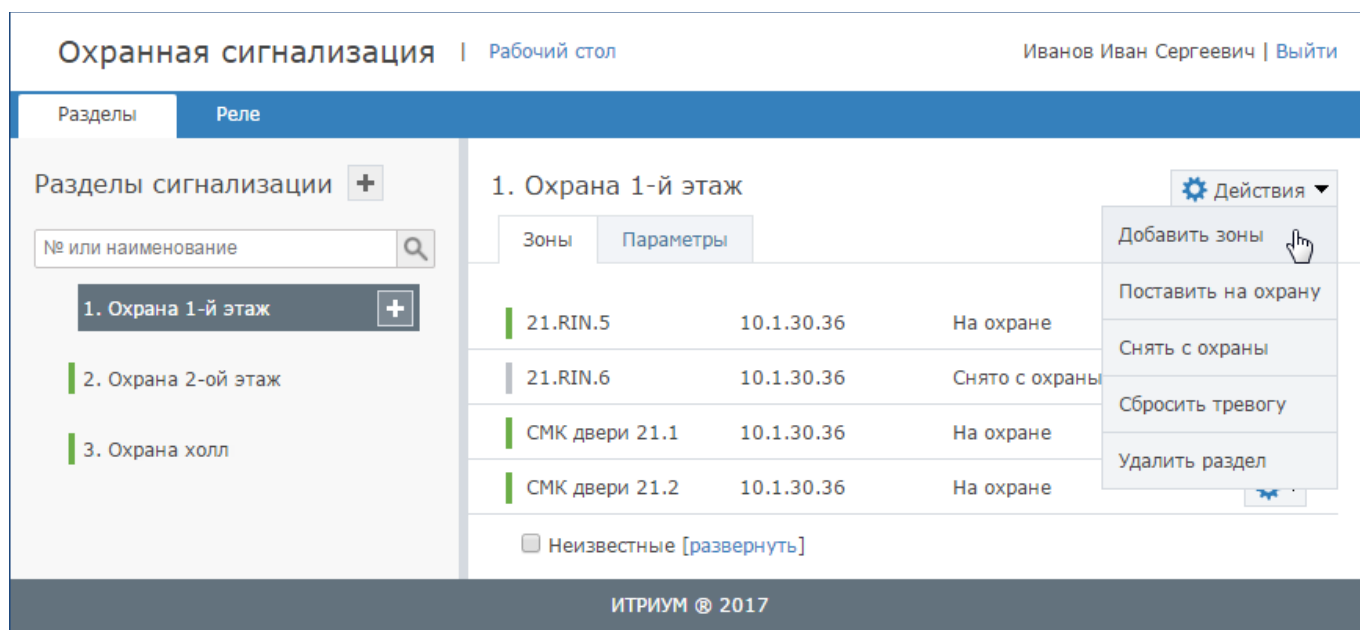

Рисунок 9.62 — Добавление охранных зон в раздел
- В окне справа, предназначенном для отображения списка зон раздела, нажмите на кнопку **Действия**  **Действия** ▾, выберите команду **Добавить зоны** (рисунок 9.62).